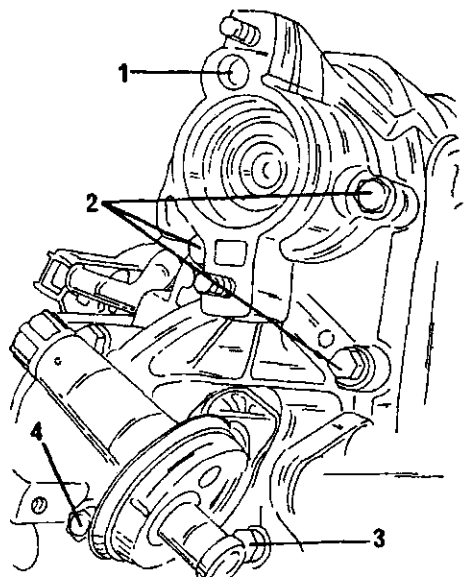

Рис. 83. Крепление корпуса привода распределителя.
- Один болт имеет длину 75 мм и расположен с левой стороны. Чтобы не совершить ошибки, изучите рисунок 83.